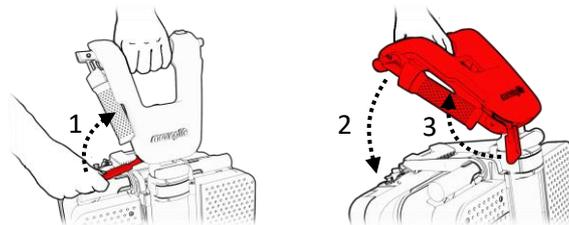

Figure 45
8. Relâchez le levier de réglage du guidon (1) et placez le guidon en position horizontale (2). Ramenez ensuite le levier à sa position de sécurité (3) (voir la figure 45).